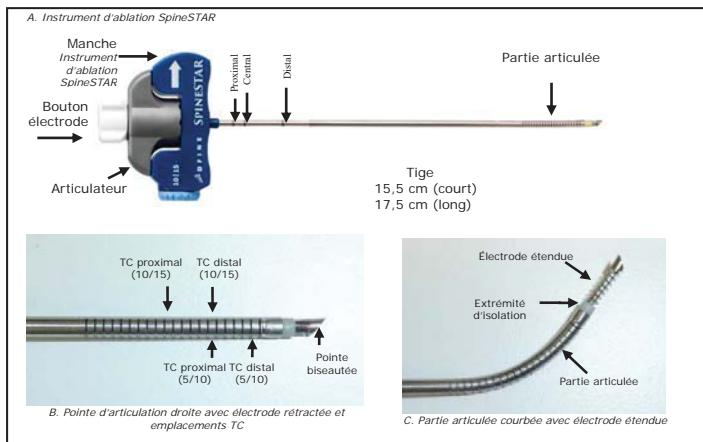

Figure 2
Figure 2 : l'instrument d'ablation SpineSTAR (SS) (A) est doté d'une poignée qui contient un articulateur (de couleur grise) qui courbe la partie articulée en direction de l'indicateur (flèche blanche) et d'un bouton électrode blanc, qui prolonge l'électrode de l'extrémité distale de la partie articulée (C). La distance totale maximale selon laquelle l'électrode se prolonge au-delà de l'extrémité de la partie articulée est de 10 mm. Il existe deux thermocouples (TC) sur la partie articulée de la tige (B) : Pour la configuration TC 10/15, le TC distal est à 10 mm de l'extrémité d'isolation tandis que le TC proximal est à 15 mm de l'extrémité d'isolation ; pour la configuration TC 5/10, le TC distal est à 5 mm de l'extrémité d'isolation tandis que le TC proximal est à 10 mm de l'extrémité d'isolation. Les trois grandes marques noires sur la tige représentent l'emplacement de la pointe biseautée et des TC par rapport à l'extrémité distale et la canule de travail. L'extrémité d'isolation (C) est radiotransparente et représente le centre de la zone d'ablation.